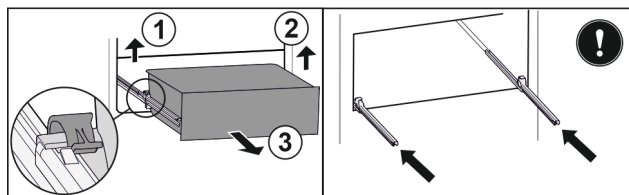

Fig. 43
- ▶ Nadvihnite ľavú svorku a súčasne ťahajte zásuvku vľavo dopredu. *Fig. 43 (1)*
- ▶ Nadvihnite pravú svorku a súčasne ťahajte zásuvku vpravo dopredu. *Fig. 43 (2)*
- ▶ Odoberte zásuvku dopredu. *Fig. 43 (3)*